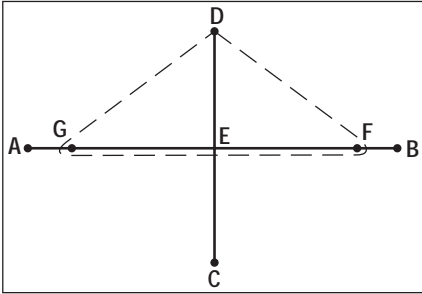

Fig. 3
- Sostenga los extremos de un cordel en G y haga un lazo con el cordel (indicado por la línea de puntos) sobre la tachuela F. Coloque un lápiz contra el lado interno del lazo, tienda el cordel hasta D y sostenga los dos extremos libres uno con el otro en G. Dibuje una elipse a través de DBC y A presionando el lápiz firmemente contra el cordel tenso (Fig. 3).